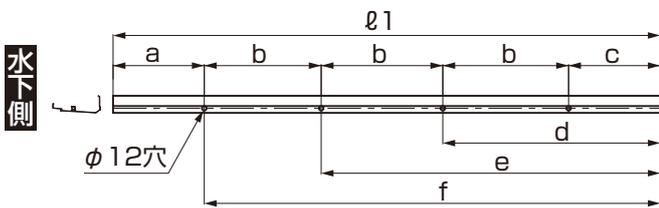
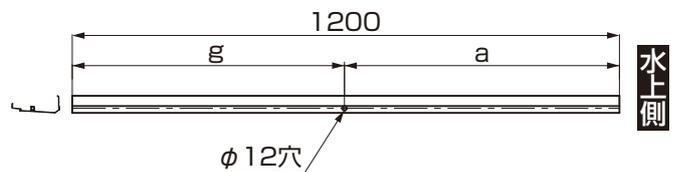
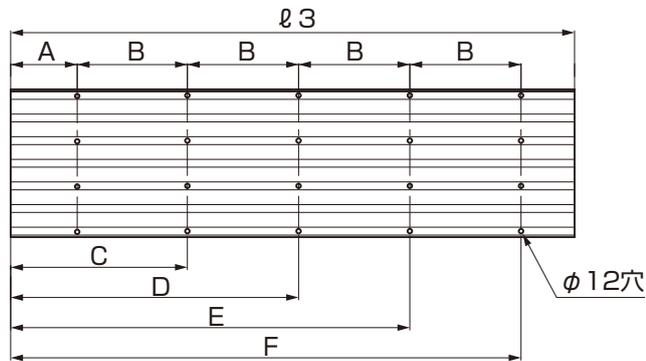

図3-19 側枠下 加工位置図
図3-20 側枠上(12延長) 加工位置図
図3-21 折板加工位置図
①図3-19、図3-20、図3-21、表3-11、表3-12を参照して、側枠と折板を加工してください。